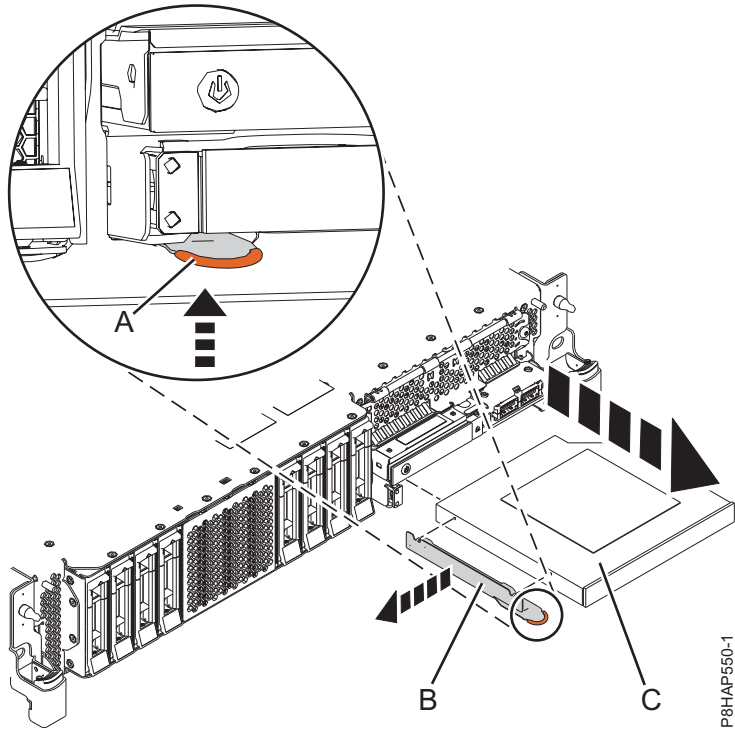
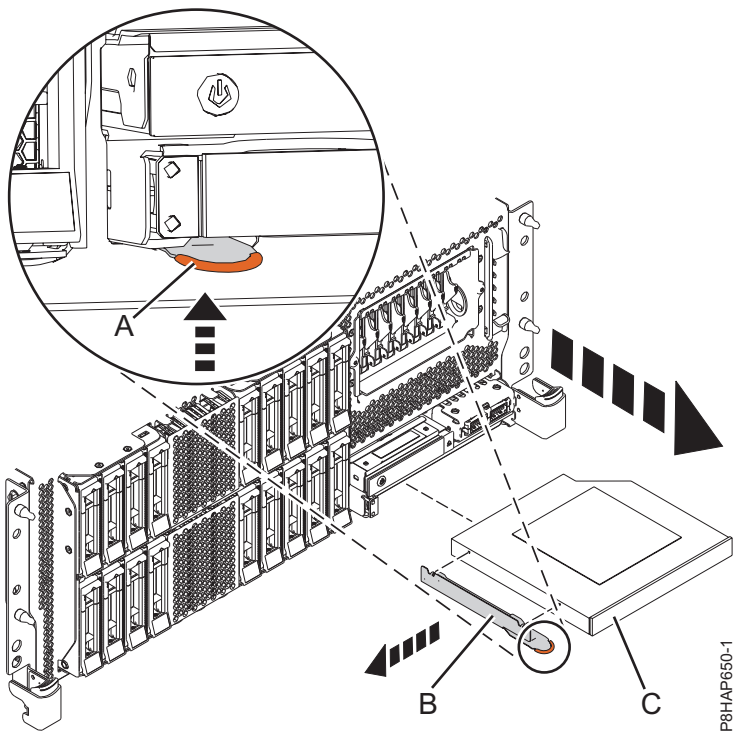
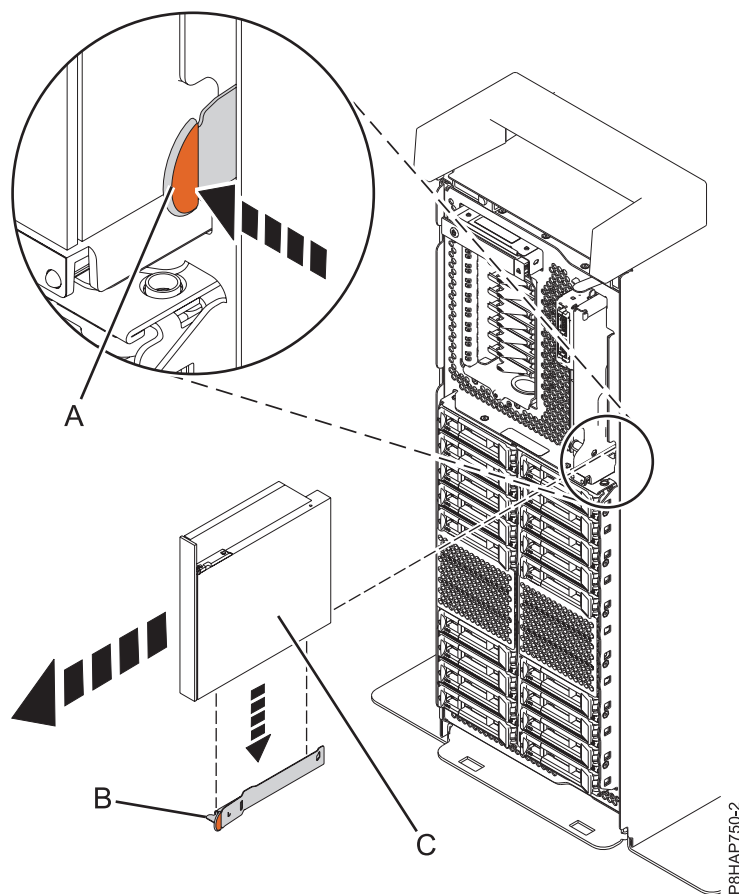

図 30. 8284-21A または 8284-22A システムからのスリムライン・メディア・デバイスの取り外し
図 31. ラック・マウント型 8286-41A または 8286-42A システムからのスリムライン・メディア・デバイスの取り外し
図 32. スタンドアロン型システムからのスリムライン・メディア・デバイスの取り外し
8284-21A または 8284-22A システムについては 42 ページの図 30 を、ラック・マウント型
8286-41A または 8286-42A システムについては 42 ページの図 31 を、また、スタンドアロン型
8286-41A システムについては 43 ページの図 32 を参照してください。
6. スリムライン・メディア・デバイス (C) を、示す方向に引き出してシステムから離します。 42 ページの図 30、 42 ページの図 31、または 図 32。
7. 他の保守手順の一環としてスリムライン・メディア・デバイスを取り外した場合は、保持ブラケット (B) をスリムライン・メディア・デバイスから取り外さないでください。
8. 障害のあるスリムライン・メディア・デバイスを取り外して新しいスリムライン・メディア・デバイスに取り替える場合、新しいメディア・デバイスで使用するために、取り外した保持ブラケット (B) を必ず保存しておいてください。 42 ページの図 30、 42 ページの図 31、または 図 32。
9. 保持ブラケット (B) は安全な場所に保管してください。